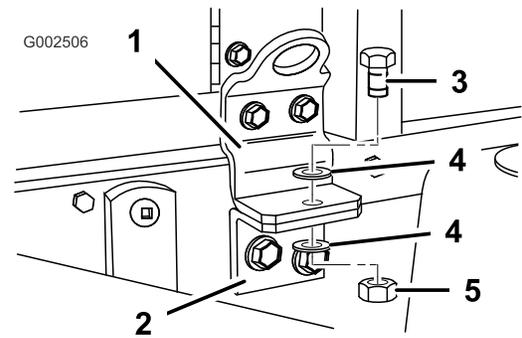

Figura 45
3. Retire os parafusos de segurança da parte frontal do patim (Figura 45).